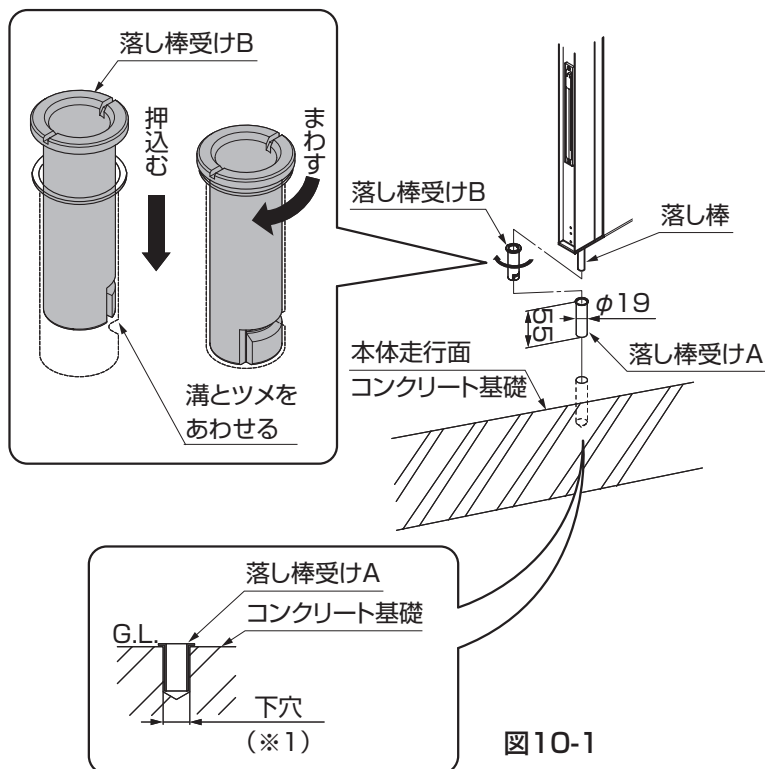

図10-1
- ① 落とし棒受けAをコンクリート基礎部に確実に固定してください。(図10-1参照)
- ② 落とし棒受けBを落とし棒受けAに落して回しながら挿入してください。(図10-1参照)